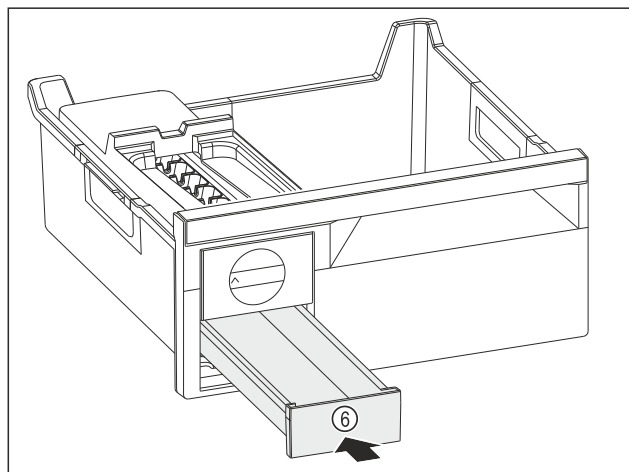

Fig. 81
- ▶ Zasuňte zásuvku na kocky ľadu Fig. 81 (6).